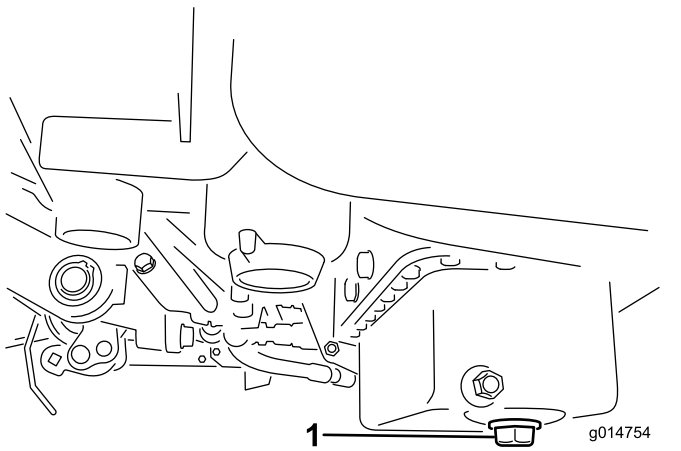

**Figura 31**
3. Deschidei bușonul de golire de pe filtrul de combustibil cu aproximativ o tură i golii apa acumulată (Figura 31).